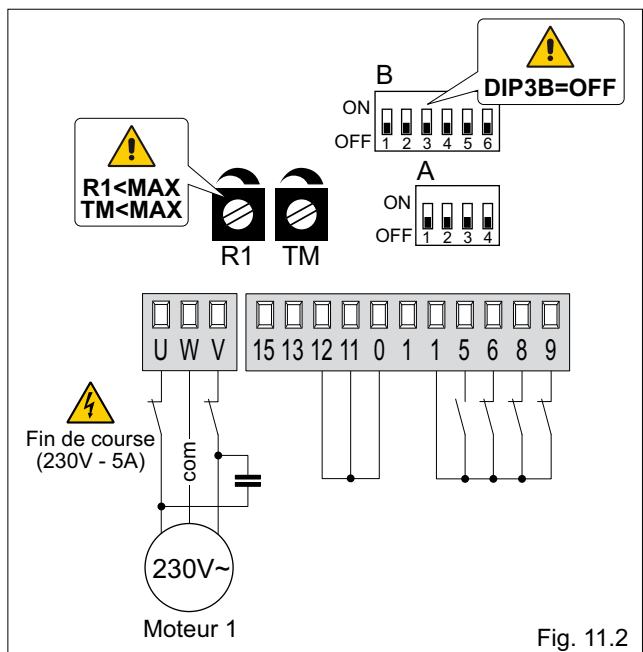

Fig. 11.2
**(Fig. 11.2) Le vantail s'arrête sur les fins de course et sur les obstacles.**